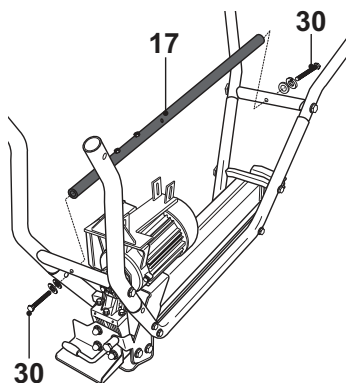

Fig. 2f
- Fixez la barre transversale [17] de chaque côté avec les kits de montage [30] (Fig. 2f).